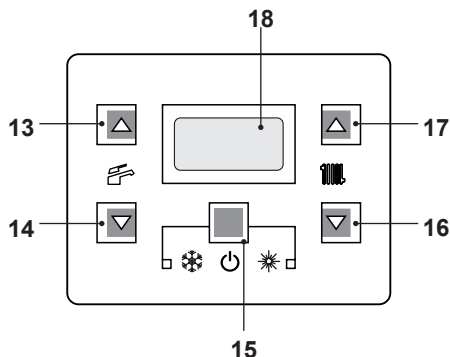

Figura 6.7
- Tenere premuto per 2 secondi il tasto 15 fino a far apparire sul display entrambe i simboli  e  (Figura 6.7).
- Spegnerne la caldaia tenendo premuto per 2 secondi il tasto 15 (Figura 6.7) fino a far apparire sul display LCD il simbolo  (Figura 6.6).